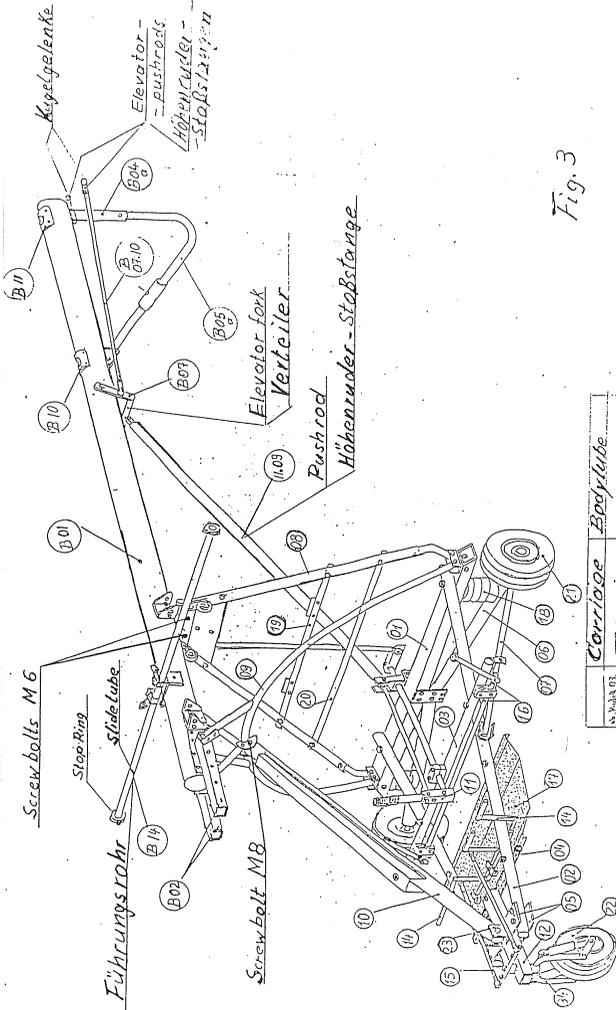

Fig. 3
2. Rumpfrohr vorne anheben, vordere Rumpfstütze hochnehmen und mit Schraube M 8 im U-Beschlag am Rundbügel (mittlere Rumpfstütze) verschrauben. Fig. 3
3. Hinteres Rumpfende anheben, und die am Fahrwerk schwenkbar befestigte hintere Rumpfstütze in den unter dem Rumpfrohr angebrachten U-Beschlag einführen und mit 2 Schrauben M 6 befestigen. Fig. 3
1. Stop-Ringe vom Führungsrohr B 14 entfernen. Fig. 3, S. 22
Tragfläche senkrecht drehen - Flächenunterseite nach vorne - Randbogen höher halten als Flächenwurzel. Fig. 3, Schritt 3